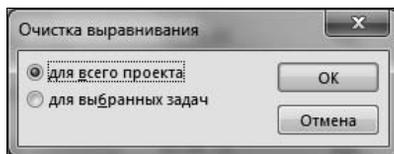

Рис. 7.2.3. Окно запроса о порядке удаления результатов автоматического выравнивания загрузки ресурсов
3. Выбрать вкладку ленты меню **Ресурс** и в области **Выравнивание** щелкнуть левой кнопкой мыши по кнопке **Очистка выравнивания**. Открываемое при этом окно показано на рис. 7.2.3. Выбор в этом окне переключателя **для всего проекта** позволяет удалить результаты автоматического выравнивания загрузки ресурсов для всего проекта, а переключателя **для выбранных задач** — удалить результаты выравнивания только для предварительно выделенных задач. После выбора одного из переключателей нажатие кнопки **ОК** вызовет удаление результатов автоматизированного выравнивания загрузки ресурсов (при этом обнуляются значения полей **Выравнивающая задержка**), а кнопки **Отмена** — отказ от такой операции.